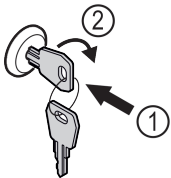

Fig. 94
- ▶ Vstavite ključ Fig. 94 (1).
- ▶ Ključ obrnite v smeri urnih kazalcev za 90° Fig. 94 (2).